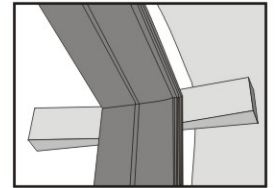

Рис. 9
5.1.2. Зафиксируйте дверную коробку при помощи деревянных клиньев. Обязательно применяйте двойные клинья. Необходимо взять два клина, установить один напротив другого и подбивать молотком. Верхние клинья должны быть на уровне стыка вертикальной и горизонтальной частей коробки (рис.9).